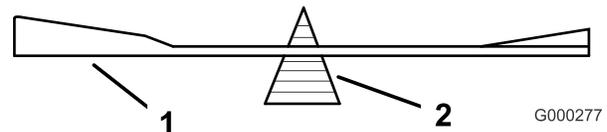
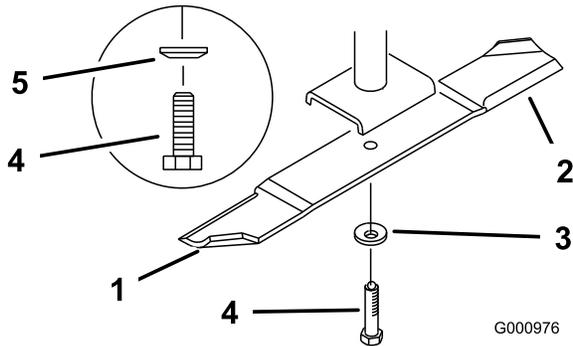

Figura 78
Figura 79
2. Retire del eje el perno de la cuchilla, la arandela de muelle y la cuchilla (Figura 79).
2. Verifique el equilibrio de la cuchilla colocándola sobre un equilibrador de cuchillas (Figura 78). Si la cuchilla se mantiene horizontal, está equilibrada y puede utilizarse. Si la cuchilla no está equilibrada, rebaje algo el metal en la parte de la vela solamente (Figura 79). Repita este procedimiento hasta que la cuchilla esté equilibrada.
1. Instale la cuchilla en el eje (Figura 79).
2. Instale la arandela de muelle y el perno de la cuchilla. El cono de la arandela de muelle debe estar orientado hacia la cabeza del perno (Figura 79). Apriete el perno de la cuchilla a 115-150 Nm.